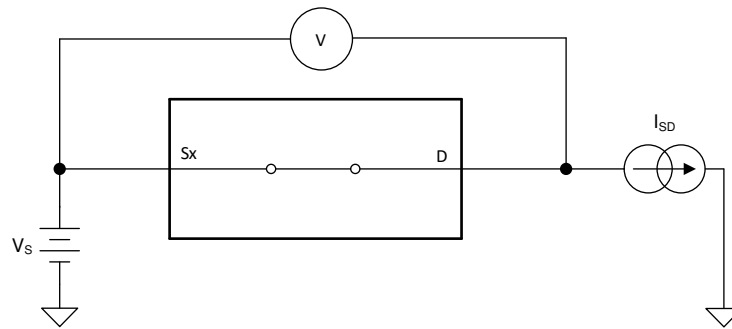

図 8-1. オン抵抗測定時の構成
デバイスのオン抵抗は、デバイスのソース・ピン (Sx) とドレイン・ピン (D) の間の抵抗値 (Ω) です。オン抵抗は、入力電圧と電源電圧によって変化します。オン抵抗は、記号 R_{ON} を使用して示されます。 R_{ON} の測定時に使用する構成を次の図に示します。図 8-1 に、この構成で測定された電圧 (V) と電流 (I_{SD}) を使用して、式 $R_{ON} = V / I_{SD}$ により R_{ON} を算出する方法を示します。